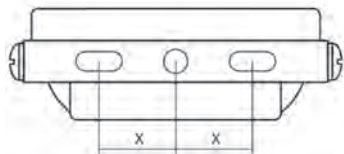

Рисунок 1
- Прочно закрепите кронштейн прожектора на поверхности при помощи минимум двух шурупов (в комплект не входят, выбор шурупов зависит от типа поверхности для крепления), как показано на рис. 1.